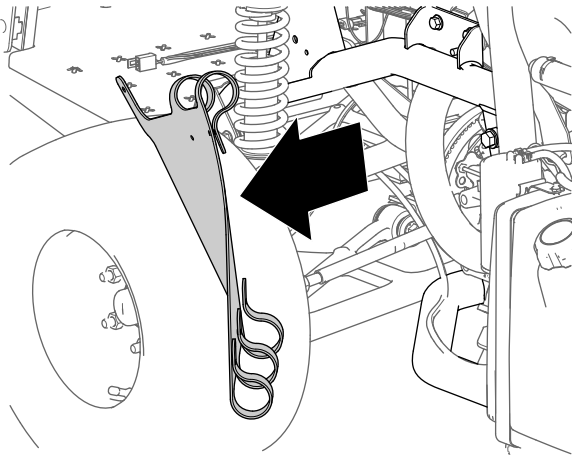

Figura 13
5. Retire el panel interior del guardabarros de la máquina (Figura 13).